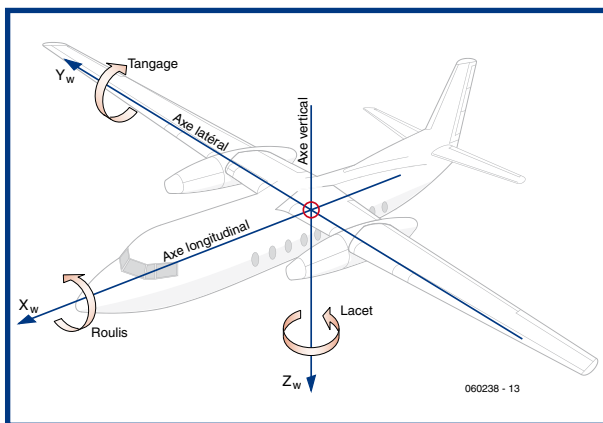

Figure 7.
- angles d'Euler (rotation autour des 3 axes, désignée par roulis, tangage, lacet, voir la **figure 7**).